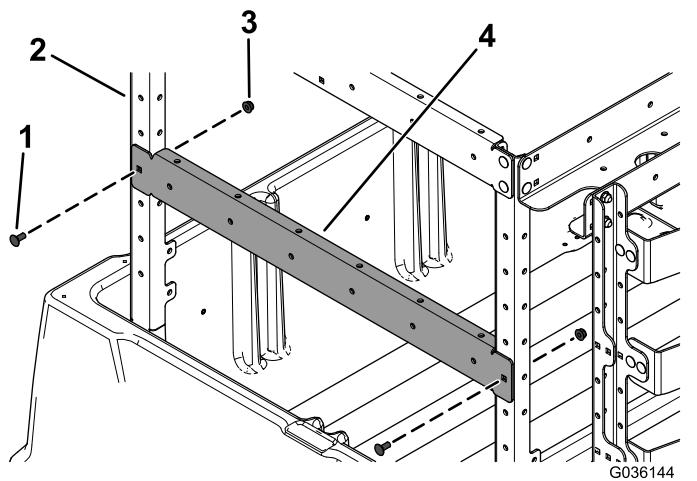

Рисунок 7
6. Установите передний опорный кронштейн (с одним отверстием на каждой стороне) на два передних вертикальных кронштейна рамы с помощью двух каретных болтов (5/16 x 3/4 дюйма) и двух фланцевых гаек (5/16 дюйма), как показано на Рисунок 7.